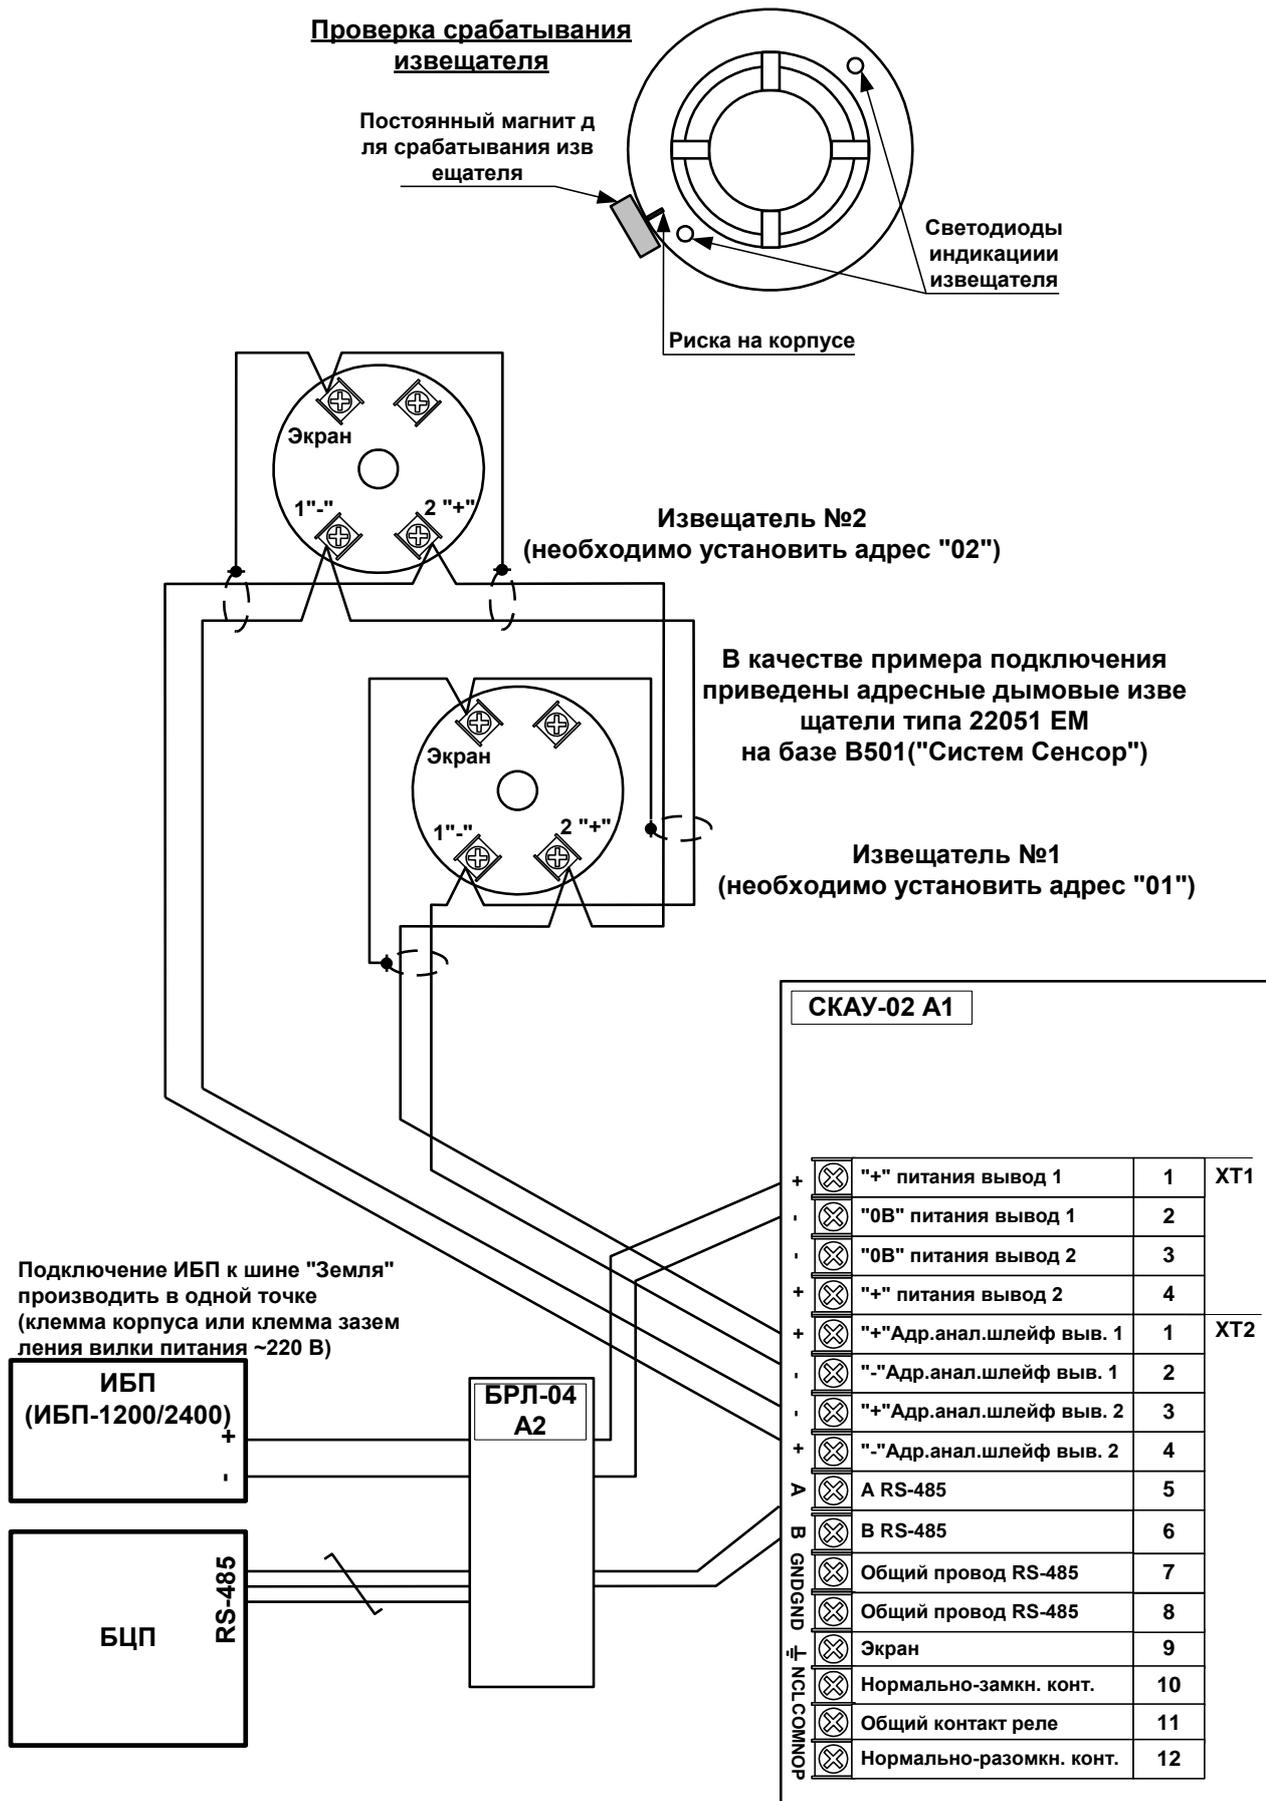

Рис. 6 Схема проверки адресного шлейфа СКАУ
Подключить к выводам 1 и 2 адресно-аналогового шлейфа СКАУ Рис. 6 по одному адресуемому устройству серии 200/500 ().
- Проверить срабатывание извещателей. Для проверки срабатывания извещателя – организовать задымленность в зоне чувствительности извещателя или поднести к каждому из извещателей постоянный магнит (см. Рис. 6) и держать ~30 с до появления постоянного свечения светодиодов извещателя.